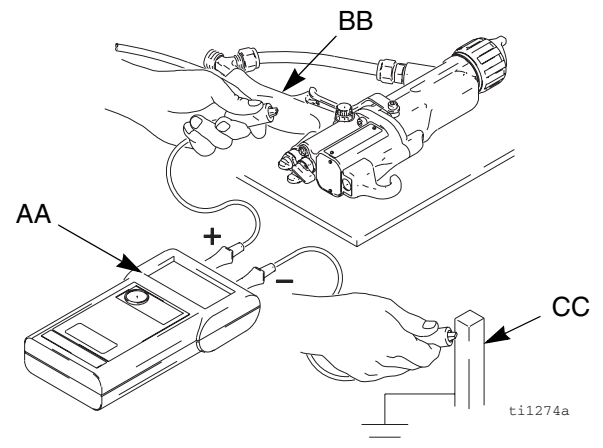

Fig. 4. Comprobación de la conexión a tierra de la pistola
El megaohmímetro ref. pieza 241079 (AA-vea la Fig. 4) no está aprobado para ser utilizado en zonas peligrosas. Para reducir el riesgo de que se produzcan chispas, no utilice el megaohmímetro para comprobar la puesta a tierra eléctrica a menos que:
4. Cerciórese de que la manguera de aire (R) con conexión a tierra esté conectada y de que el cable de puesta a tierra de la manguera esté conectado a una tierra verdadera.
5. Mida la resistencia entre la empuñadura de la pistola (BB) y una tierra verdadera (CC). Utilice un voltaje aplicado de 500 como mínimo hasta 1000 voltios como máximo. La resistencia no debe exceder 1 megaohmio. Vea la Fig. 4.